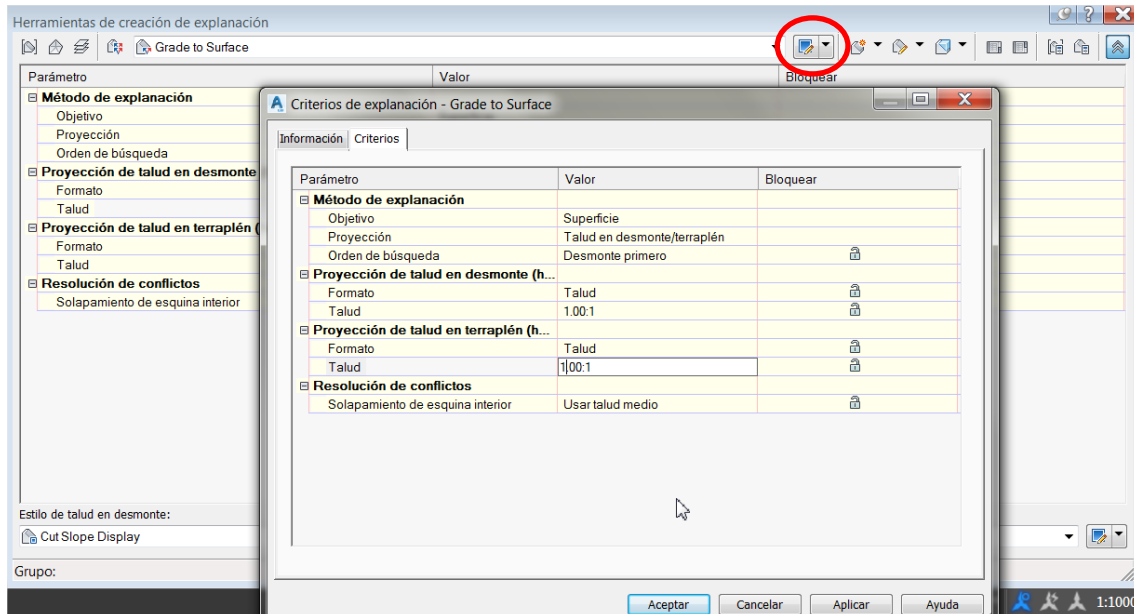

Figura 28. Modificación de los valores de taludes de desmorte y terraplén en la edición del estilo de explanación.
- Obsérvese que, en la ventana de Herramientas de creación de la explanación (Figura 27, abajo), se indican los taludes del terraplén y el desmorte, pero no se pueden modificar. Para modificarlos hay que editar el estilo en el botón situado junto al estilo (Editar selección actual) y modificar los valores en la ventana emergente (Figura 28). Modificar el valor de taludes de terraplén y desmorte a 1:1 y aceptar.